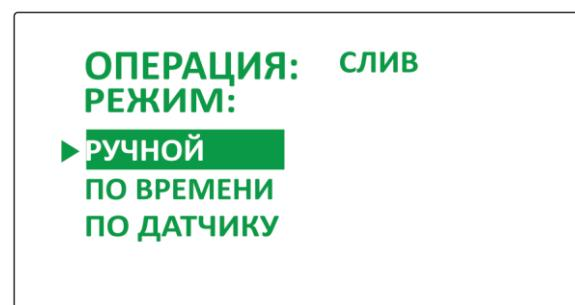

Рисунок 8
8.2.4.2. Нажать кнопку-индикатор настройки , отобразится меню выбора режима завершения операции слива (Рисунок 8), и все кнопки-индикаторы перейдут в режим мигающей подсветки.